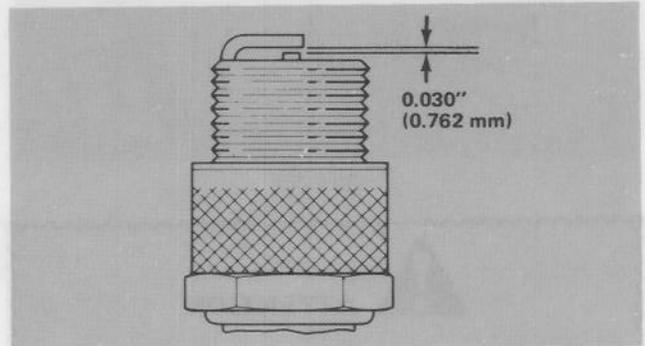

Figure 43
3. Réglez l'écartement des électrodes de la bougie neuve à 0.030 pouce (0,762 mm) (Fig. 43). Posez ensuite la bougie dans la culasse en la serrant à un couple de 15 lb/pi (20,4 N·m). Si vous ne disposez pas d'une clé dynamométrique, serrez fermement la bougie.